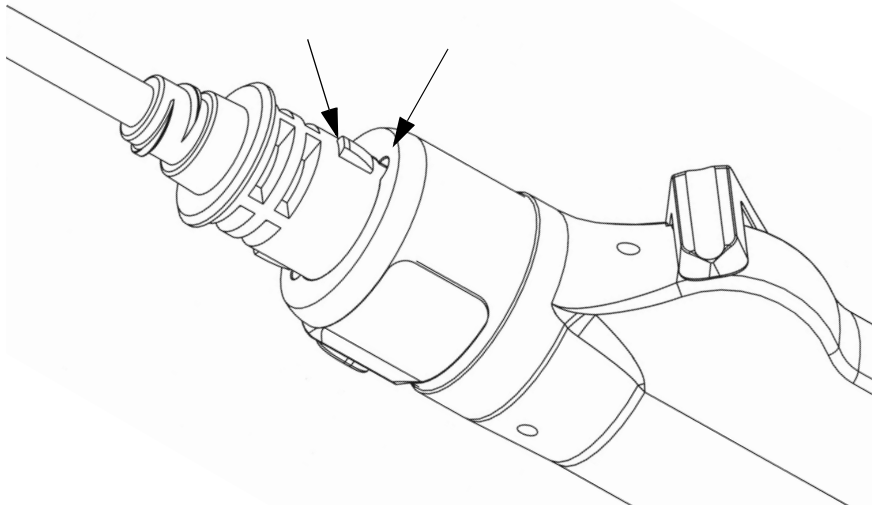

Figura 3: Alinhar as guias de bloqueio
1. Alinhe as guias de bloqueio na base da lâmina do aparelho de corte com as guias de bloqueio na peça manual (ver Figura 3).